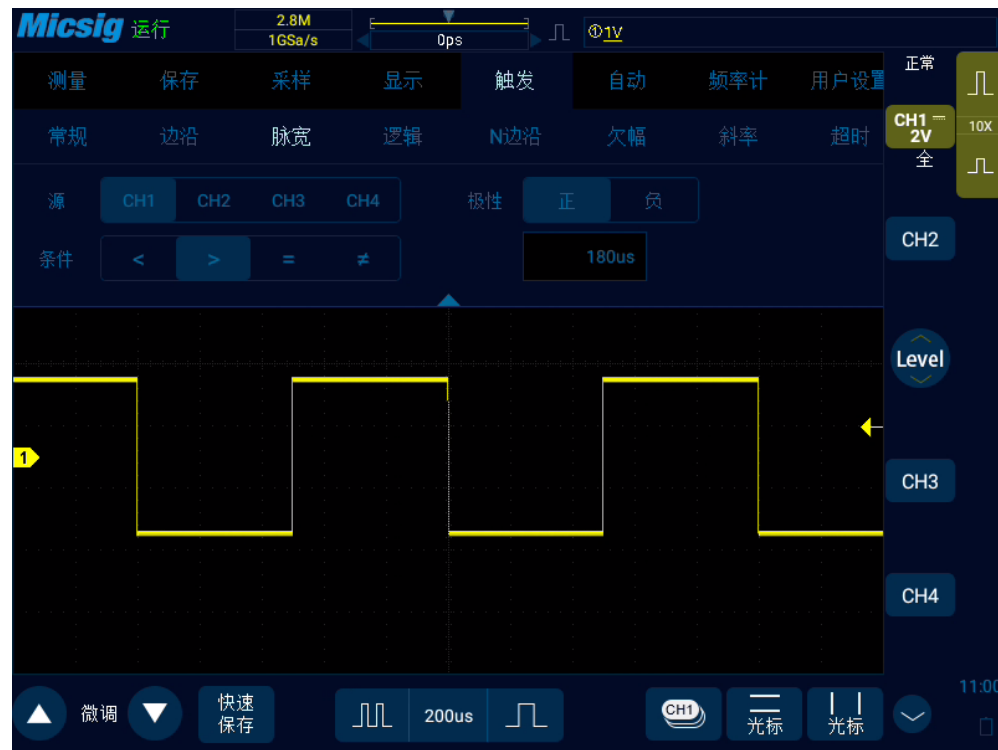

图6-13 脉冲宽度触发设置菜单
- 1) 打开触发菜单，轻点“触发”打开触发菜单，在触发类型中选择脉宽触发，对脉宽触发进行如下设置，见图6-13：